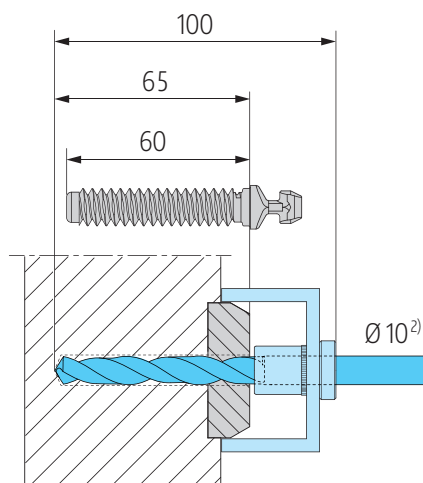

Abb. 54
- ② Löcher in Abhängigkeit der Holzhärte mit  $\text{Ø } 10$  oder  $\text{Ø } 11$  bohren (**Abb. 54** beachten!).
- ③ Riegelbolzen montieren, siehe Seite 50.